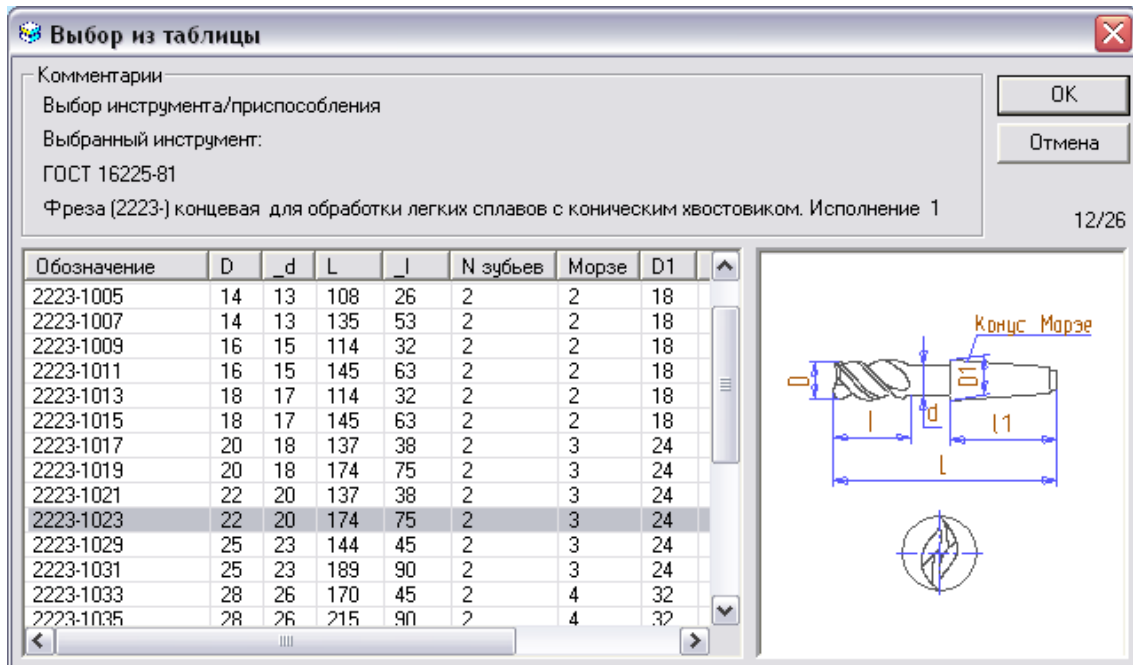

Рис. 27. Окно выбора типоразмера выбранной фрезы.
- Выбор типоразмера оснастки выбранного наименования. Каждый параметр таблицы типоразмеров соответствует обозначению размера на слайде (см. Рис. 27).